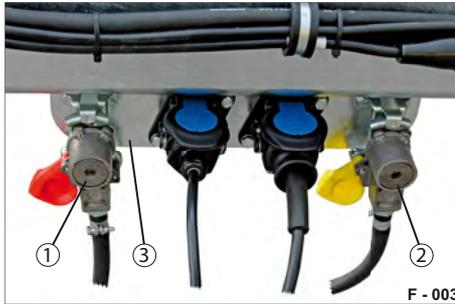

Abb. 6 Anschlüsse geparkt
► Drehen Sie die Kupplungsköpfe aus den Park-Halterungen der Park-Konsole (Abb. 6/3) heraus.
- Drehen Sie die Kupplungsköpfe auf die Park-Halterungen auf (siehe Abb. 6).